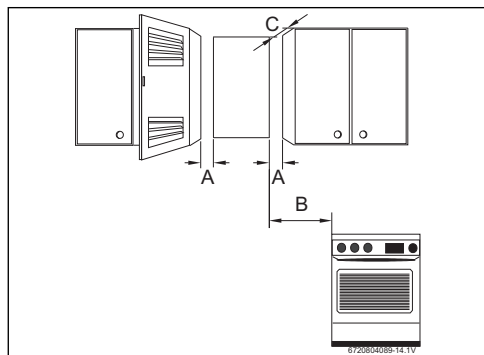

Fig. 13 Distancias mínimas
- Respetar las medidas mínimas de instalación indicadas en la Fig. 13.
- Garantizar un buen acceso para realizar los trabajos de mantenimiento respetando siempre las distancias mínimas indicadas en la Fig. 13.